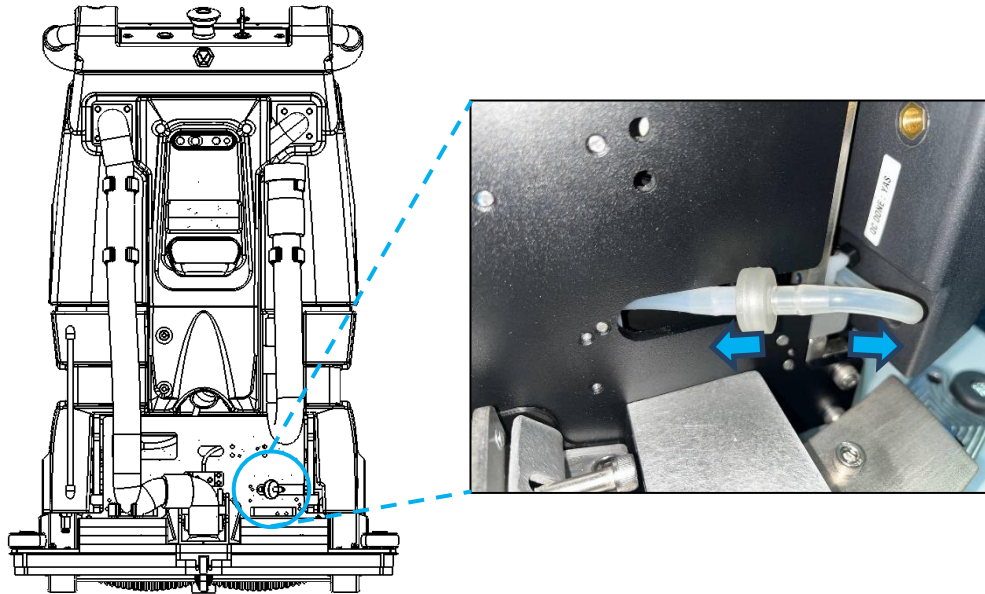

Fig. 2
2. Steek de afgebeelde buis in (Fig 2).